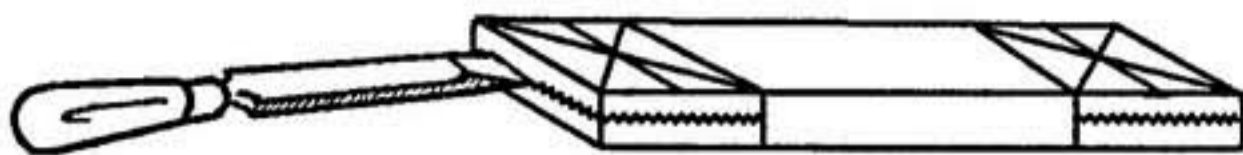

Рис. 163
6. Со стороны торца тоже можно сделать пропилы, но можно и сколоть с помощью стамески. Если будете скалывать плоской стамеской, то сделайте еще пропил на середине креста. Это облегчит работу и обеспечит более точное скалывание (рис. 163).